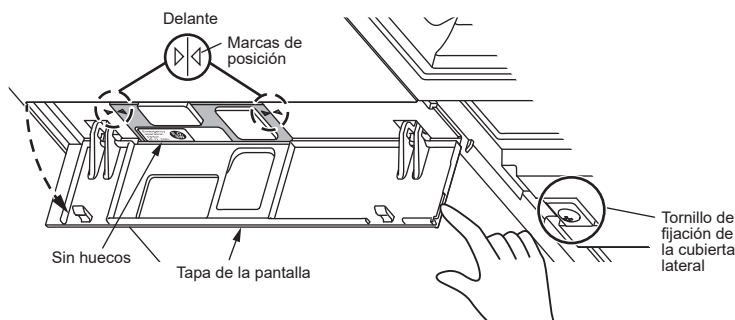

Fig. 9
- Abra la tapa de la pantalla y compruebe que las marcas de posición estén alineadas correctamente. (Fig. 9)
- Compruebe que no haya huecos entre el interruptor de accionamiento de emergencia (E.O. SW) y la cubierta lateral. (Fig. 9)
11. Sujete las cubiertas laterales I/D con los tornillos de fijación de la cubierta lateral que retiró en el paso 2. (Fig. 9)